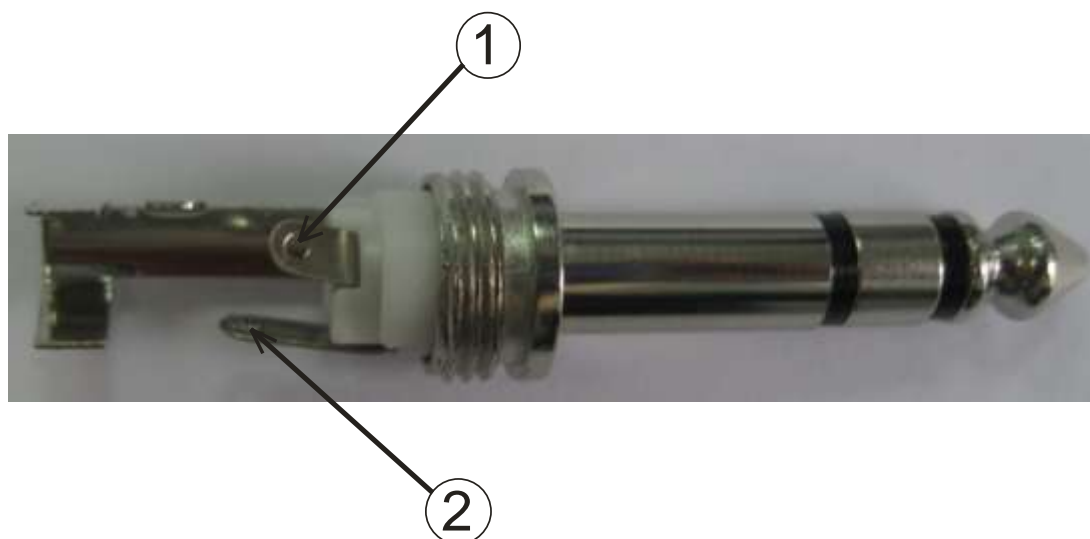

Рисунок 2 - Клеммы для установки аудио штекера NP-205
6.1.2 Для подключения радиотрансляционной сети (30В) вагона к разъему X2, необходимо использовать аудио штекер NP-205 (СТ) 6.35мм SP103-1 (из комплекта поставки сервера-3.01). Провода паять к клеммам штекера 1 и 2 согласно рис.2.